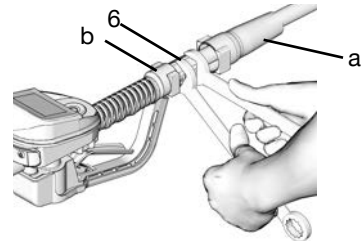

FIG. 7
2. Deslice la pieza giratoria (a) hacia atrás, sobre la manguera, el extremo pequeño primero para acceder al accesorio giratorio (6) (FIG. 7).
3. Aplique sellante de roscas a las roscas macho del accesorio de conexión de la manguera. Enrosque el accesorio de conexión de la manguera (b) en la pieza giratoria de la válvula de dosificación con medidor (6). Utilice dos llaves para apretar firmemente (FIG. 7).